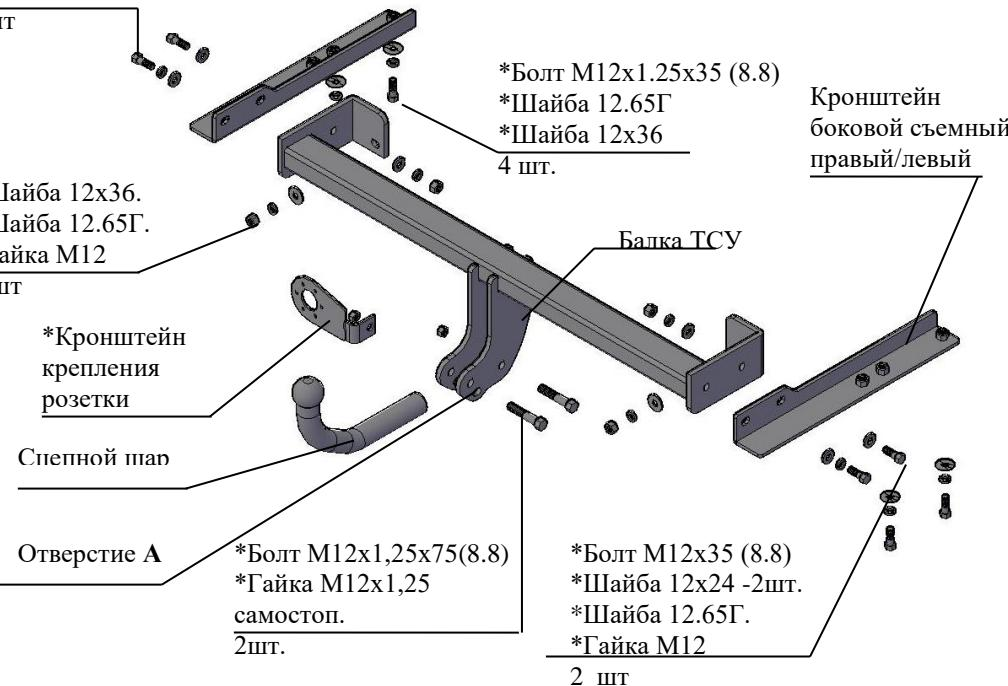

Рис.1 Тягово-сцепное устройство 9440
2.1 ТСУ 9440 в сборе (рис.1)	1 шт.
2.2 Пакет с комплектующими (см. рис.1)	1 шт.
4.3 Установить боковые съемные кронштейны ТСУ (правый и левый соответственно рис.1) внутрь лонжеронов а/м, закрепить к нижним полкам болтами M12x1,25x35, (используя приварные гайки), под головки болтов подложить шайбы 12.65Г и шайбы 12x36. Крепеж не затягивать.